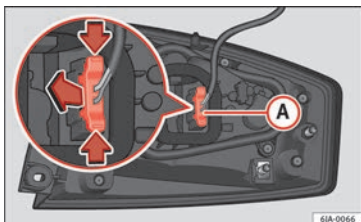

Fig. 98 Connecteur du feu au dos de l'unité des feux arrière.
- Débranchez le connecteur **(A)** » **fig. 98** du feu en actionnant ses leviers latéraux (flèches) et en le tirant vers l'extérieur.